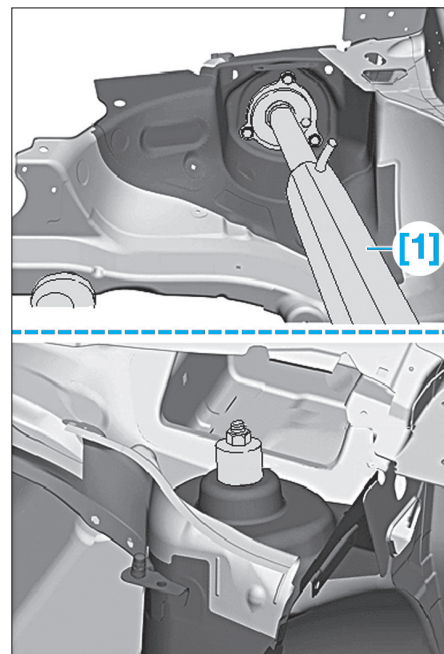

FIG. 34
• Ajuster et immobiliser les pièces neuves à l'aide de l'outillage de supports de têtes [1] (Fig.34).